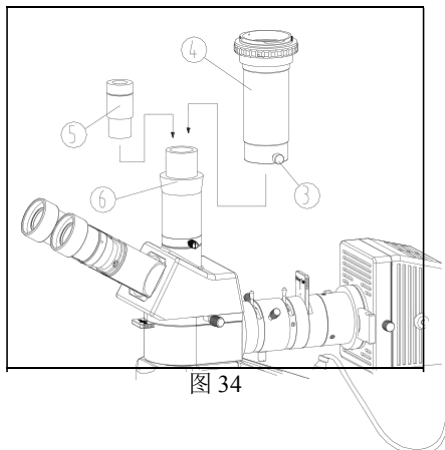

图 34
- (3) 松开摄影接筒上的锁紧螺钉③，将摄影接筒④取下（如图 34）
- (4) 将 3.2X 摄影目镜⑤装入目镜座⑥。
- (5) 进行双目观察，成像清晰后，再根据照相设备的使用说明进行摄影操作。